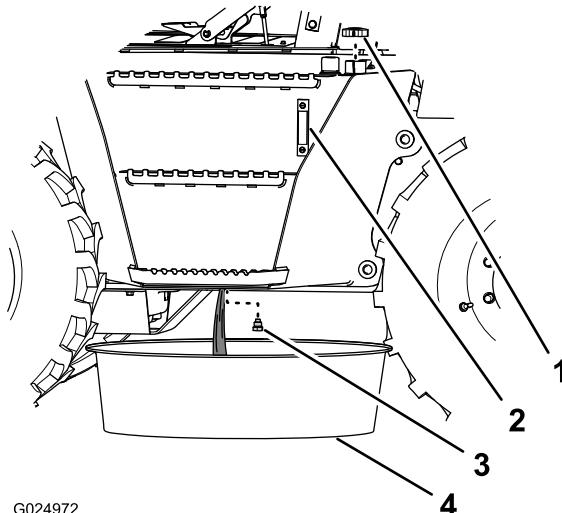

Figura 113
6. Coloque un recipiente con cabida para al menos 190 litros (50 galones US) debajo del tapón de vaciado del depósito hidráulico (Figura 113).
7. Retire el tapón de vaciado del depósito hidráulico (ubicado debajo del depósito) y purgue el depósito (Figura 113).
9. Instale el tapón de vaciado (Figura 113).